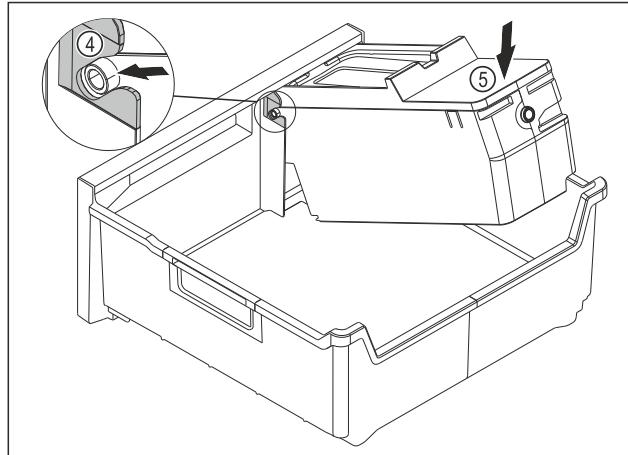

Fig. 115
- Монтаж на корпуса на EasyTwist-Ice: Вкарайте осите на корпуса на EasyTwist-Ice във водачите Fig. 115 (4).
- Натиснете надолу корпуса на EasyTwist-Ice Fig. 115 (5) отзад.